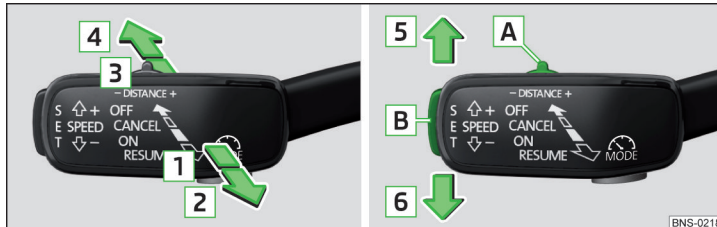

Abb. 306 Bedienungshebel
» Abb. 306
- Die Taste **SET** » Abb. 306 auf Seite 255 drücken.
- **oder:** Den Hebel in die gefederte Stellung **RESUME** » Abb. 306 auf Seite 255 einstellen.
➤ Den Hebel in die gefederte Stellung **CANCEL** » Abb. 306 auf Seite 255 einstellen.
Die gewünschte Geschwindigkeit wird mit dem Bedienungshebel eingestellt oder geändert » Abb. 306 auf Seite 255.
Die Abstandsstufe zum vorausfahrenden Fahrzeug kann mit dem Hebel » Abb. 306 auf Seite 255 oder im Infotainment » Seite 253, Einstellungen im Infotainment eingestellt werden.
➤ Den Schalter **DISTANCE** in die gefederte Stellung – oder + einstellen » Abb. 306 auf Seite 255.
Ein Beschleunigungsvorgang kann jederzeit durch Betätigung des Bremspedals oder den Druckpunkt **CANCEL** am Bedienungshebel » Abb. 306 auf Seite 255 abgebrochen werden.